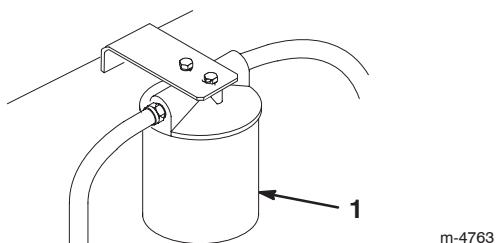

Figure 41
- Placez un bac de vidange sous le filtre, déposez le filtre usagé et essuyez la surface du joint de l'adaptateur (Fig. 41).